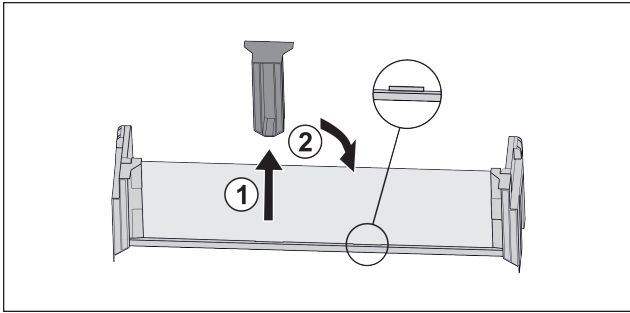

Fig. 21
- ▶ Estrarre l'elemento di supporto centrale Fig. 21 (1).
- ▶ Inserire l'elemento di supporto centrale sulla seconda posizione Fig. 21 (2).